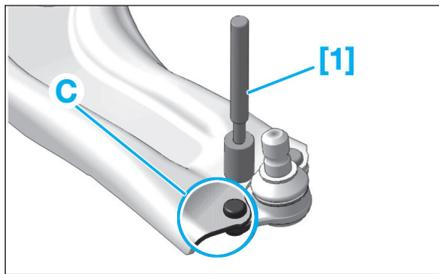

Fig. 27
- Positionner le bras inférieur, face du rivet contre le bras (C) (Fig.27).
- A l'aide de l'outil [1], pointer parfaitement, le centre des 3 rivets (Fig.27).